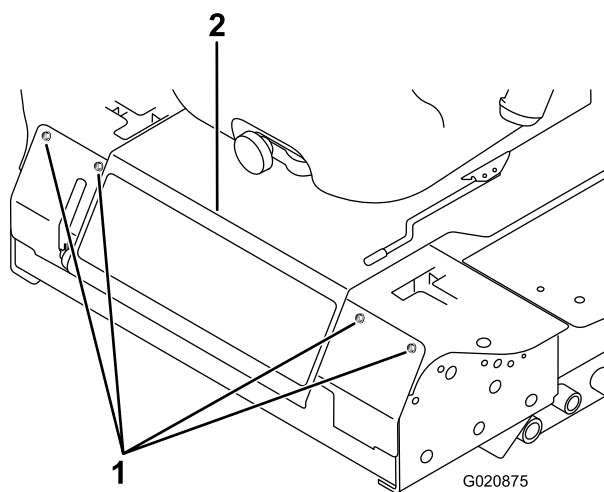

Figura 57
3. Afloje los pernos del panel delantero y retire el panel (Figura 57).